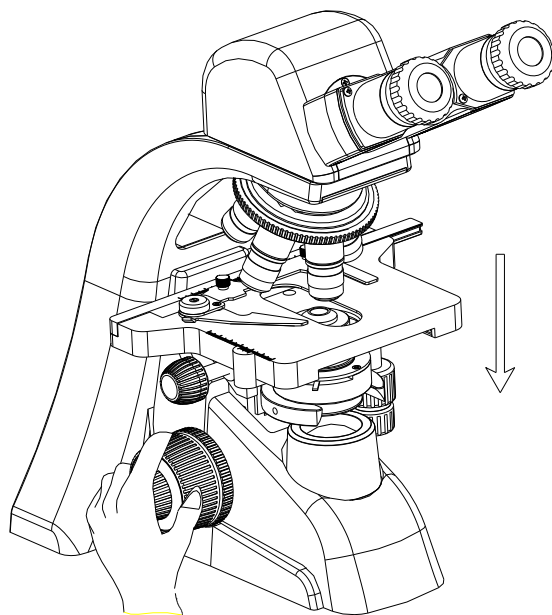

图 7 旋转粗调手轮，降低载物台
5.3 通过目镜（19）进行观察，慢慢旋转粗调手轮（10），降低载物台。当样品像出现时停止旋转（见图 7）。此步骤中旋转粗调手轮进行调焦时，确认旋转的方向只能是降低载物台的方向。